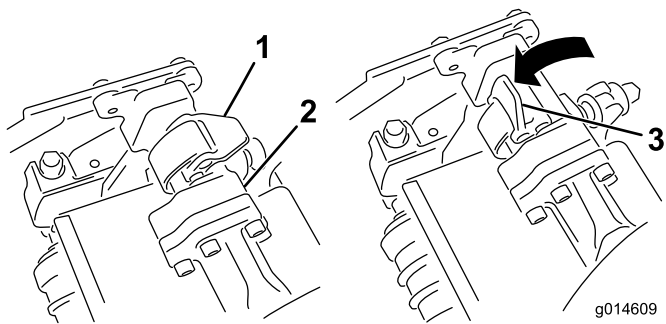
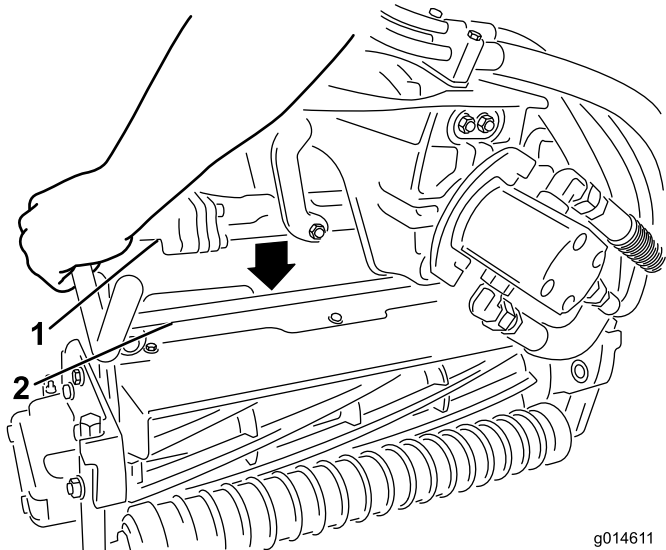

Figura 12
Figura 13
5. Com os fechos na barra do braço de suspensão a apontar para cima (i.e. abertos) (Figura 12), empurre o braço de suspensão para baixo de forma a que a barra passe pela barra através da parte superior da unidade de corte (Figura 13).
6. Feche os fechos para baixo e em redor da barra da unidade de corte e bloqueie-os no sítio (Figura 12).